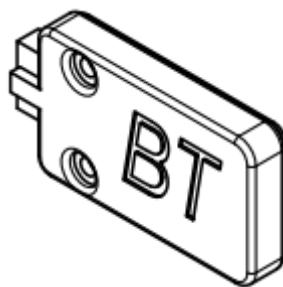

Рисунок 6-3 Внешний вид модуля Bluetooth
- модуль Bluetooth (рис. 6-3) установить в соответствующий разъем в основании;